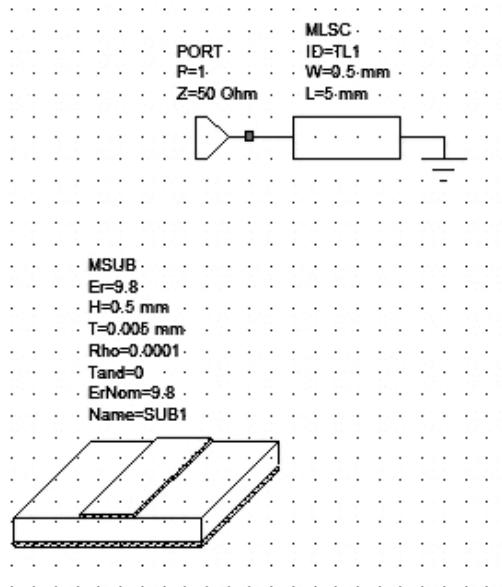

Рис. 3.2
3. Откройте окно просмотра элементов. Раскройте группу **Microstrip** и из подгруппы **Lines** поместите в окно схемы элемент коротко-замкнутого отрезка линии **MLSC**. Добавьте порт на входе схемы (рис. 3.2).